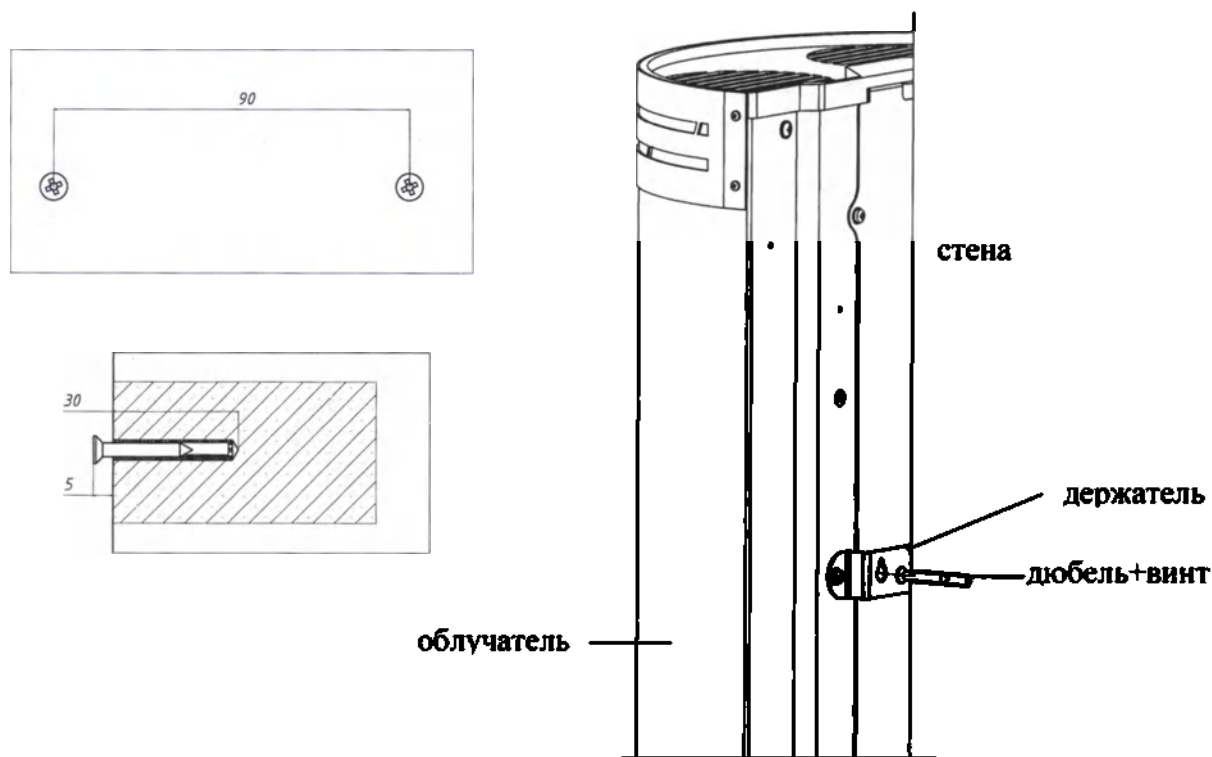

Рисунок 4 – Схема крепления облучателя на стену.
7.5 Для установки облучателя на стене используйте дюбели и винты, входящие в комплект поставки. Расстояние между точками установки дюбелей составляет 90 мм (Рис.4). После установки винтов, установите на них облучатель